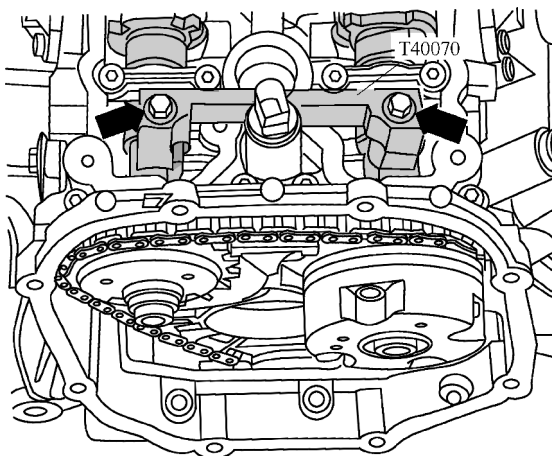

图 1-3-16 将凸轮轴固定装置 T40070 安装到两个气缸盖上并拧紧螺栓
- 5) 将凸轮轴固定装置 T40070 安装到两个气缸盖上, 并用 $20\text{N} \cdot \text{m}$ 的力矩拧紧图 1-3-16 箭头所示的螺
14) 如图 1-3-16 所示, 将凸轮轴固定装置 T40070 安装到两个气缸盖上, 并用 $20\text{N} \cdot \text{m}$ 的力矩拧紧螺栓。若对着气缸盖螺栓的孔仍是空的, 则说明凸轮轴固定装置 T40070 安装正确。